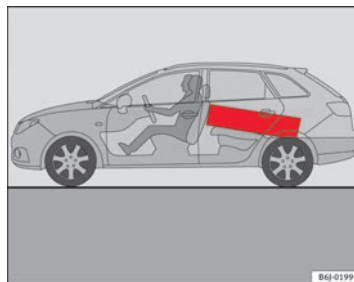

Fig. 93 Placez les objets lourds le plus à l'avant possible.
- Placez les objets lourds le plus à l'avant possible dans l'habitacle ⇒ fig. 93.